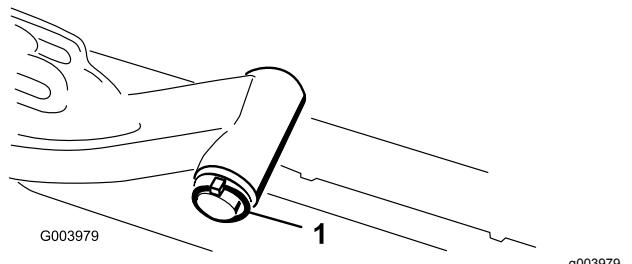

Рисунок 12
- A. Снимите шплинт и шайбу, которые крепят ось поворота подъемного рычага к подъемному рычагу, и снимите ось поворота с подъемного рычага (Рисунок 12).
C. Вставьте ось поворота подъемного рычага в подъемный рычаг и зафиксируйте шайбой и шплинтом (Рисунок 12).